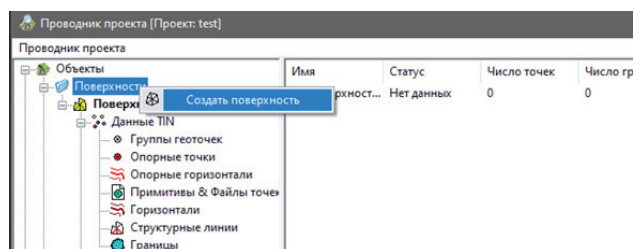

Рис. 22. Создание поверхностей
13. Создаем проект в *panoCAD GeoniCS* командой *GcExplorer*. Вызываем контекстное меню в разделе *Поверхность* → *Создать поверхность* (рис. 22).